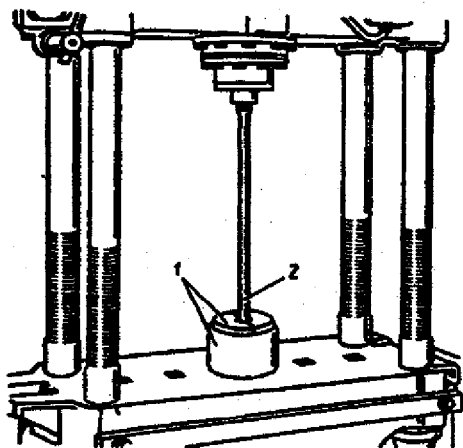

Fig. 3-55. Remoção do anel-trava: 1 - dispositivo de remoção; 2 - semi-árvore
3. Posicionar a semi-árvore em uma prensa (fig. 3-55), e aplicar uma pressão progressiva sobre a extremidade estriada da mesma, até remover o anel-trava do rolamento. **O anel-trava do rolamento da semi-árvore somente pode ser instalado uma vez; se este for removido, deverá ser substituído.**